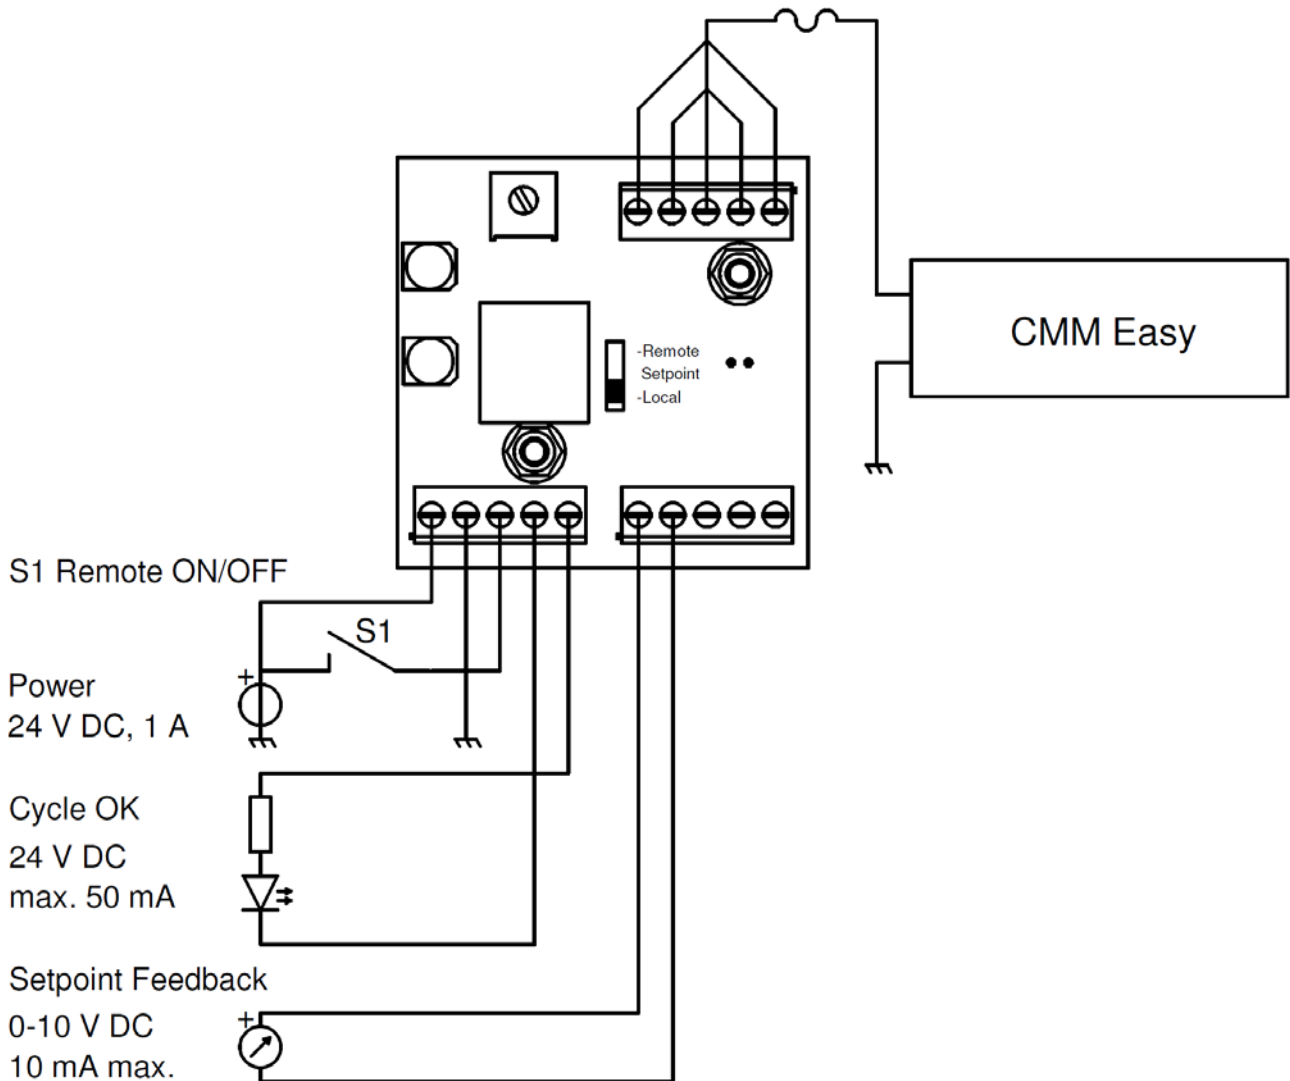

Abbildung 7, Schaltplan External Control Kit mit lokalem Sollwert
- Für die Verwendung mit lokalem (local) Sollwert (Drehknopf Control Kit): Schließen Sie das Control Kit gemäß Abbildung 7 an.